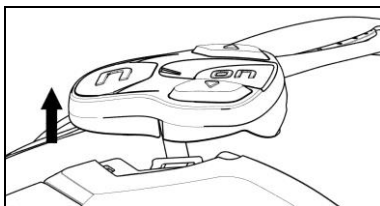

Fig. 29
- Rotare el teclado en sentido antihorario (Fig. 29).